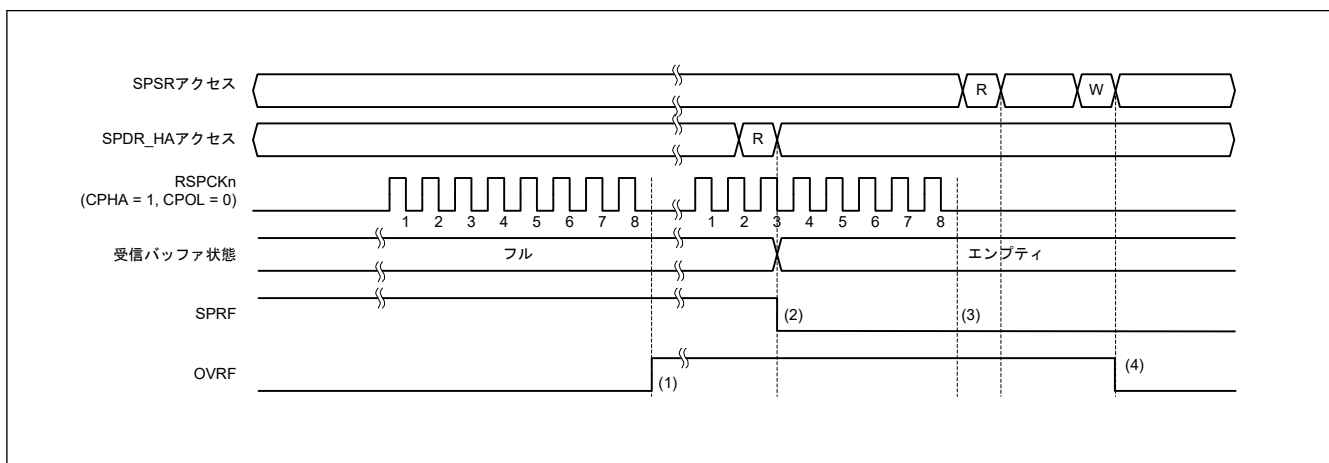

図 28.28 OVRF フラグおよび SPRF フラグの動作例
図 28.28 に、SPSR.OVRF フラグと SPRF フラグの動作例を示します。図 28.28 に記載した SPSR アクセスと SPDR_HA アクセスは、それぞれ SPSR、SPDR_HA レジスタへのアクセス状況を示しています。W は書き込みサイクル、R は読み出しサイクルを示しています。この例では、SPCMD0.CPHA ビットが 1、SPCMD0.CPOL ビットが 0 の設定で、SPI が 8 ビットのシリアル転送を実行しています。RSPCKn 波形の下に記載した数字は、RSPCK サイクル数 (= 転送ビット数) を示しています。
以下に、図 28.28 の (1)～(4) に示したタイミングでのフラグの動作内容を説明します。